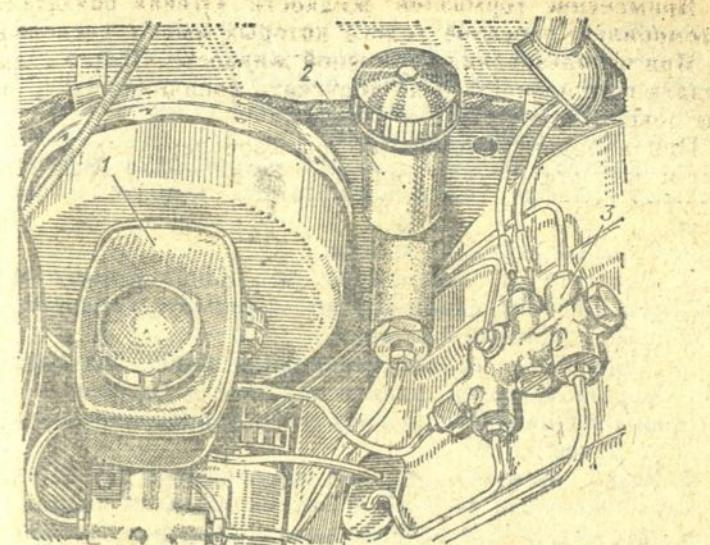

Рис. 28. Бачки главных цилиндров гидроприводов выключения сцепления и рабочей тормозной системы:
В процессе эксплуатации автомобиля необходимо следить за уровнем тормозной жидкости в бачках (рис. 28). Он должен быть на 10—15 мм ниже верхней кромки бачка 2 главного цилиндра гидравлического привода сцепления и между отметками MIN и MAX, нанесенными на стенке бачка 1 главного цилиндра гидравлического привода рабочей тормозной системы.
1. Залейте в бачок 1 (см. рис. 28) рабочую тормозную жидкость до отметки MAX и нажмите несколько раз на педаль тормоза.
1. Залейте в бачок 1 (см. рис. 28) рабочую жидкость до отметки MAX и нажмите несколько раз на педаль тормоза.